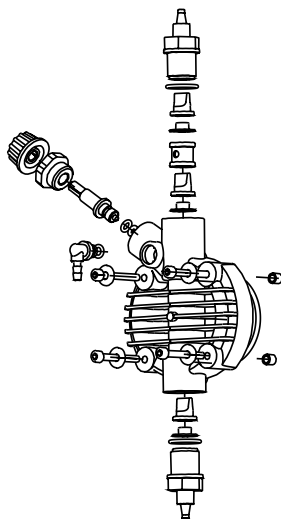

Fig. 10
2. Verificar pelo menos a cada 6 meses o funcionamento da bomba, o aperto dos parafusos do cabeçote e de porcas-trava, particularmente na dosagem de líquidos agressivos, efetuando um controle ainda mais freqüente da concentração do aditivo no sistema; uma redução dessa concentração pode ser causada pelo desgaste das válvulas (que neste caso devem ser substituídas tendo atenção ao remontá-las como na Fig. 10) ou ainda o entupimento do filtro que deve ser limpo como indicado no item 3 a seguir.
Para efetuar esta operação, se a bomba não está fixada ao sistema, se pode fazê-la pulsar por poucos segundos (15 a 30) tendo-a de ponta cabeça e sem as mangueiras conectadas aos nipples, se for impossível virar a bomba, deve-se desmontar e remontar o cabeçote (Fig. 10), utilizando-se dos quatro parafusos de fixação.
Devido à sua robustez, as bombas praticamente não têm avarias mecânicas. Em alguns casos pode-se verificar perdas de líquido pelos nipples de ligação dos tubos de descarga/sucção. Raramente se produzem perdas causadas pela ruptura da membrana ou por desgaste da guarnição hermética da mesma. Nestes casos, os componentes devem ser substituídos. Para tal desapertar os 4 parafusos do cabeçote da bomba (fig.10), substituir a membrana e/ou guarnição da mesma, voltar a apertar os 4 parafusos. Uma vez eliminada a perda, é necessário limpar a bomba dosadora, removendo possíveis resíduos de aditivo que podem danificar a caixa da bomba.